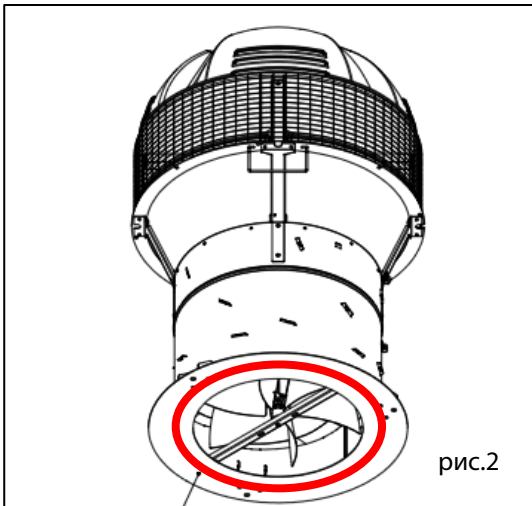

рис.2
- Установите уплотняющую прокладку между основанием корпуса вентилятора и несущей поверхностью адаптационного элемента (рис.2).